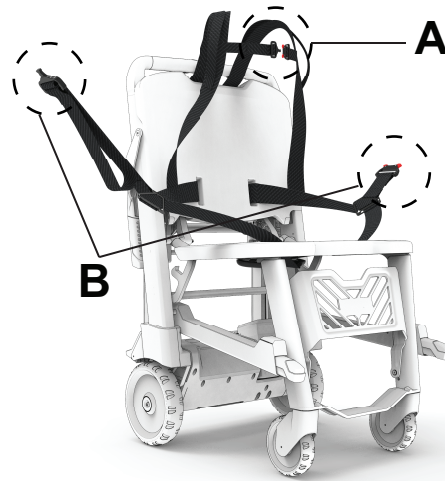

図 27 – 肩および腰用拘束ストラップを留める
9. 肩ストラップ ( A ) を胸あたりで留めます ( 図 27 )。
10. 腰用拘束ストラップ ( B ) を患者の腿 / 腰に横断させて引きます ( 図 27 )。必要に応じて、拘束ストラップを長くします。